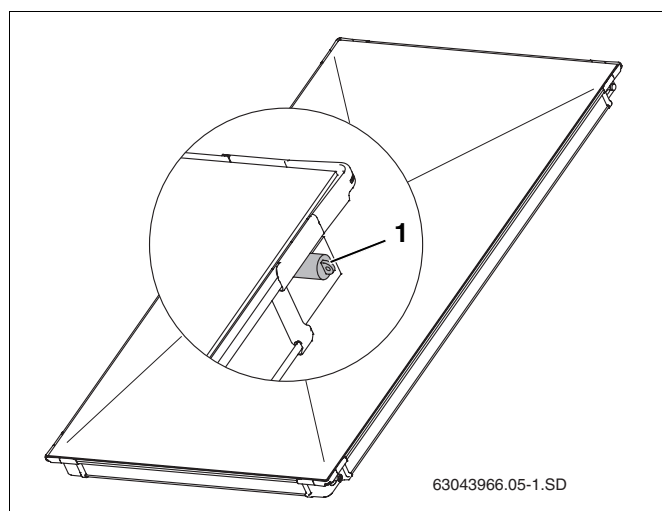

Fig. 6 Cappucci in gomma per gli attacchi dei collettori
- Rimuovere i cappucci in gomma (fig. 6, pos. 1) solo poco prima del montaggio.